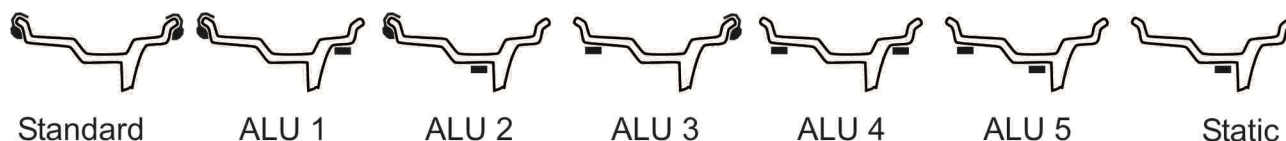

Рисунок 5.2 – Возможные схемы расположения грузов
- в станке комплектации ЛЮКС при включенном режиме прямого измерения – для схем СТАНДАРТ, ALU1, ALU3 или ALU4 (рисунок 5.2).